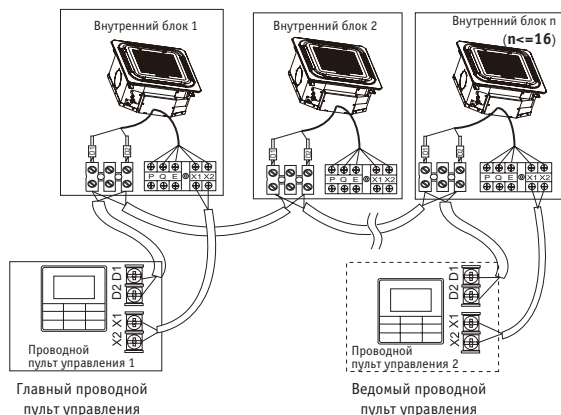

Рис. 8.8
- Используйте один проводной пульт управления для управления несколькими внутренними блоками или два проводных пульта управления (один главный и один ведомый пульт) для управления несколькими внутренними блоками (см. рисунок 8.8).